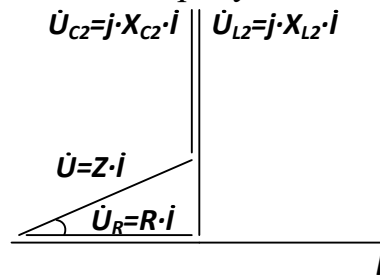

Рисунок 5.23
20. Для одного з режимів роботи кола побудувати векторну діаграму напруги та струму. Приклад побудови векторної діаграми кола при активно-індуктивному характері кола дано на рисунок 5.23.